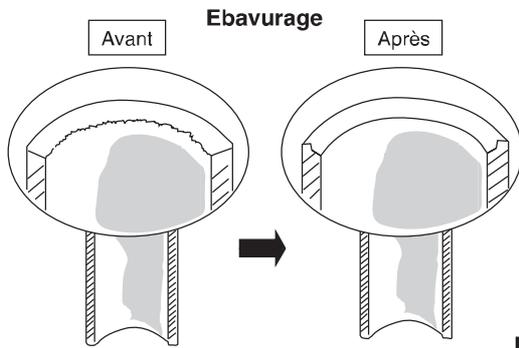

Fig. 5-1
- (1) Couper le tube en cuivre à la longueur requise avec un coupe-tube. Il est recommandé de couper environ 30 à 50 cm en plus de la longueur de la tuyauterie à évaluer.
- (2) Éliminer les copeaux à l'extrémité du tube en cuivre avec un alésoir de tube ou une lime. Ce procédé est important et doit être effectué soigneusement pour faire un bon évasement. Veiller à empêcher la pénétration de tout contaminant (humidité, saleté, copeaux métalliques, etc.) dans la tuyauterie. (Figs. 5-1 et 5-2)